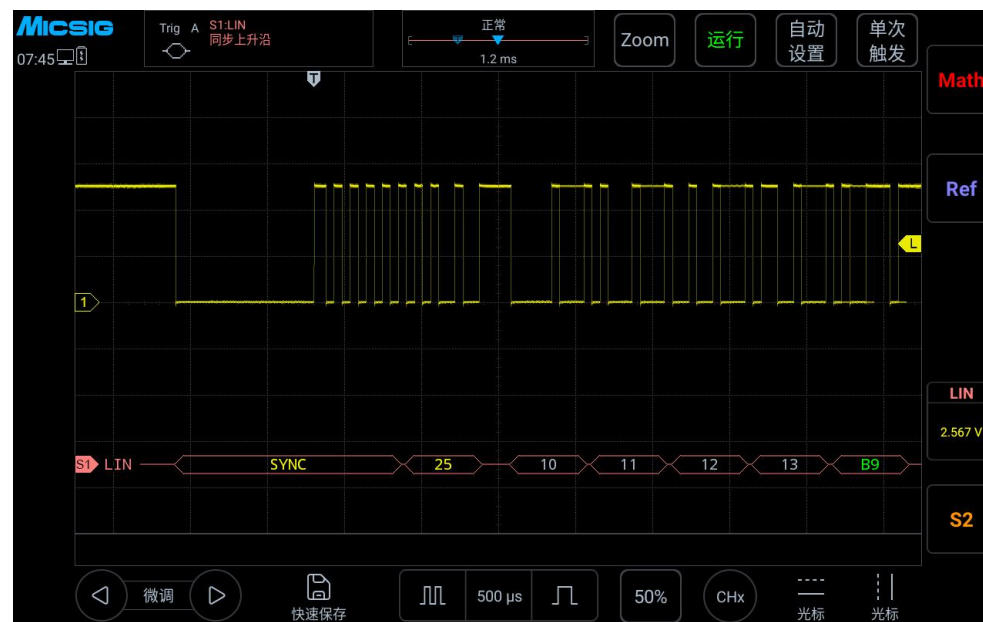

图 14-12 LIN 图形界面
- (1) 轻点 S1 打开解码通道，再次点击打开总线配置菜单；
- (2) 选择总线类型为“LIN”，依次点选“LIN1.3” “Ch1” “空闲高” “9.6kb/s”，然后关闭菜单；
- (3) 打开触发方式配置菜单，点选“同步上升沿”；
- (4) 点按  配置信息，打开解码通道阈值电平调节框，上下拖动调节框可以调节阈值电平；根据信号的幅值电平调节阈值电平使信号稳定触发。LIN 触发图形界面见图 14-12：